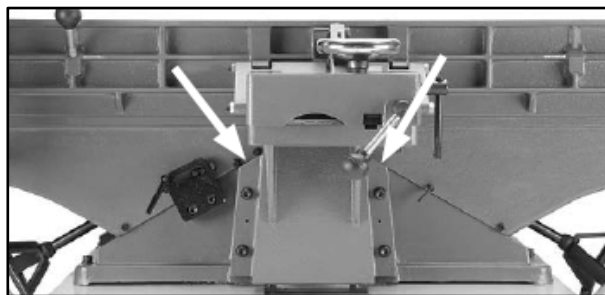

Рисунок 36.
- Клинья (рис. 36). Опустите столы подачи и приема, чтобы добраться до клиньев. Капните несколько капель масла на верхнюю поверхность каждого из клиньев и перемещайте столы вверх/вниз, чтобы распределить масло. Уберите излишки масла.